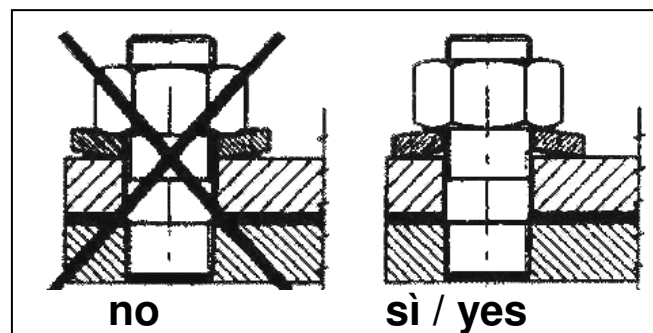

fig.4/7
- **Sostituire il tappo in plastica trasparente** con il tappo di livello olio in dotazione (**B** fig.4/4).